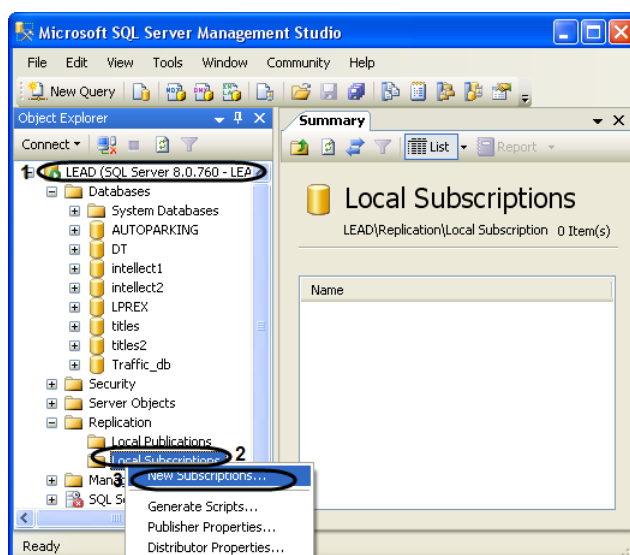

Рис. 11.2—2 Новая подписка
1. Подключиться к издателю в среде Microsoft SQL Server Management Studio, после чего раскрыть узел сервера (Рис. 11.2—2, 1).
2. Раскрыть папку «Replication», после чего щелкнуть правой кнопкой мыши по папке «Local Subscriptions» (см. Рис. 11.2—1, 2).
3. В открывшемся контекстном меню выбрать пункт «New Subscriptions» (см. Рис. 11.2—1, 3).